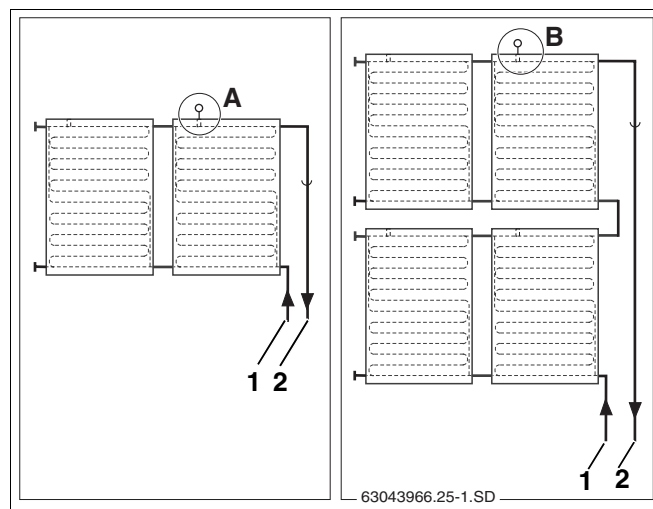

Fig. 31 Position de montage de la sonde de capteur (représentation schématique)
Respectez la position de montage des systèmes de capteurs à une ou deux rangées (fig. 31).
La sonde de capteur doit être montée dans le capteur avec la conduite de départ raccordée (fig. 31, **pos. 2**).
- Position de montage (fig. 31, **pos. A**) sur les systèmes de capteurs à une rangée.
- Position de montage (fig. 31, **pos. B**) pour les systèmes à deux rangées.